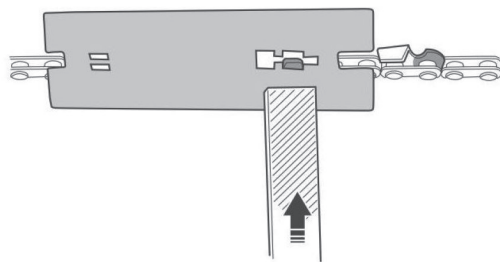

Рис. 33
1. Установите шаблон ограничителя глубины так, чтобы ограничитель подачи был в просвете шаблона, а пластина шаблона опиралась на режущий зуб (рис. 33).